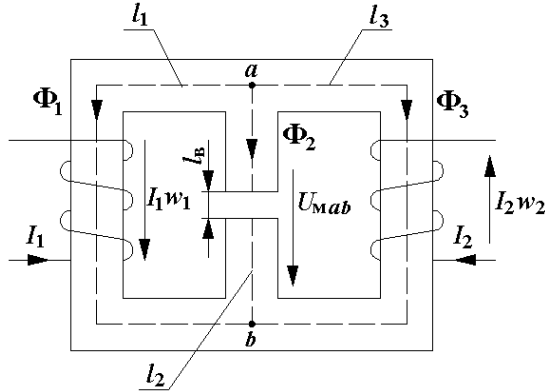

Рис. 1.12
Пример 1. Определить количество витков, наматываемых на сердечник (рис. 1.12) для получения магнитного потока $\Phi = 47 \cdot 10^{-4}$ Вб при значении тока обмотки 25 А, если $l_1 = 56$ см, $S_1 = 36$ см², $l_2 = 17$ см, $S_2 = 36$ см², $l_B = 0,5$ см, $S_B = 36$ см².
Пример 3. Определить магнитные потоки в ветвях магнитной цепи (рис. 1.12), если материал магнитопровода – сталь 1512, $l_1 = 20$ см, $S_1 = 4$ см², $w_1 = 80$ витков, $I_1 = 1$ А, $l_2 = 12$ см, $S_2 = 6$ см², $w_2 = 150$ витков, $I_2 = 2$ А, $l_3 = 40$ см, $S_3 = 36$ см², $l_B = 0,5$ см.
2. Задать положительное направление магнитного напряжения между двумя узлами и положительное направление магнитных потоков (рис. 1.12).